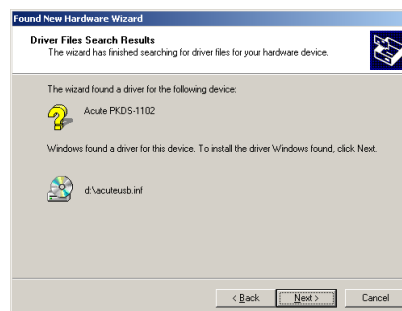

Figure 4
5. Когда драйвер будет найден - нажмите “Next” (Figure 4).